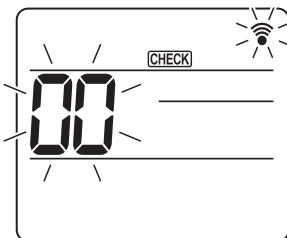
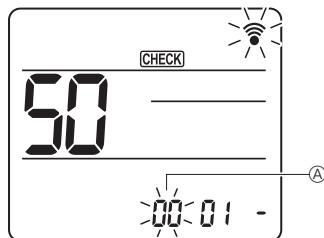
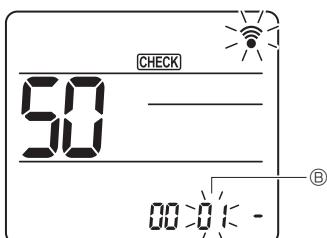
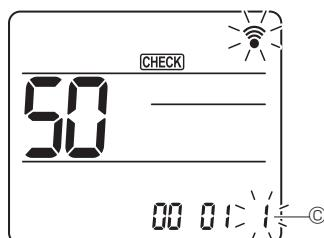

Fig. 7-18
Fig. 7-19
Fig. 7-20
Fig. 7-21
7.4.2. À l'aide de la télécommande sans fil (Fig. 7-18, Fig. 7-19, Fig. 7-20, Fig. 7-21)
- ① Accès au mode de sélection des fonctions
(Commencez cette opération lorsque l'affichage de la télécommande est éteint.) [CHECK] s'allume et "00" clignote. (Fig. 7-18)
Appuyez sur les touches **Ⓑ** pour régler le numéro d'appareil **Ⓐ**. (Fig. 7-19)
Appuyez sur les touches **Ⓐ** pour régler le numéro de mode **Ⓐ**. (Fig. 7-20)
Utilisez la touche **Ⓑ** pour changer le numéro de réglage **Ⓒ**. (Fig. 7-21)